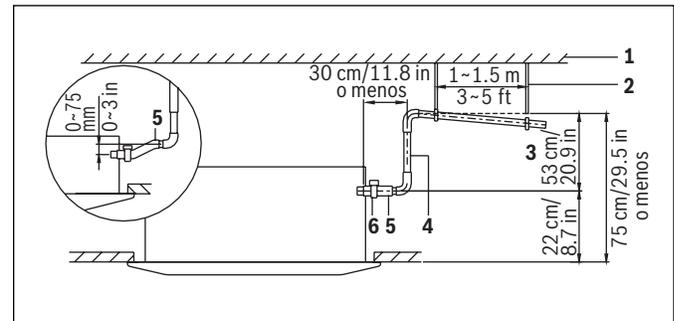

Figura 16
- ▶ Para evitar que se generen burbujas de aire, instale la manguera de drenaje nivelada o ligeramente inclinada hacia arriba (<75 mm/3 in). La inclinación de la manguera de drenaje debe ser de 75 mm/3 in o menos para reducir la fuerza sobre la toma de drenaje. Consulte la figura 16 para conocer la ubicación detallada.